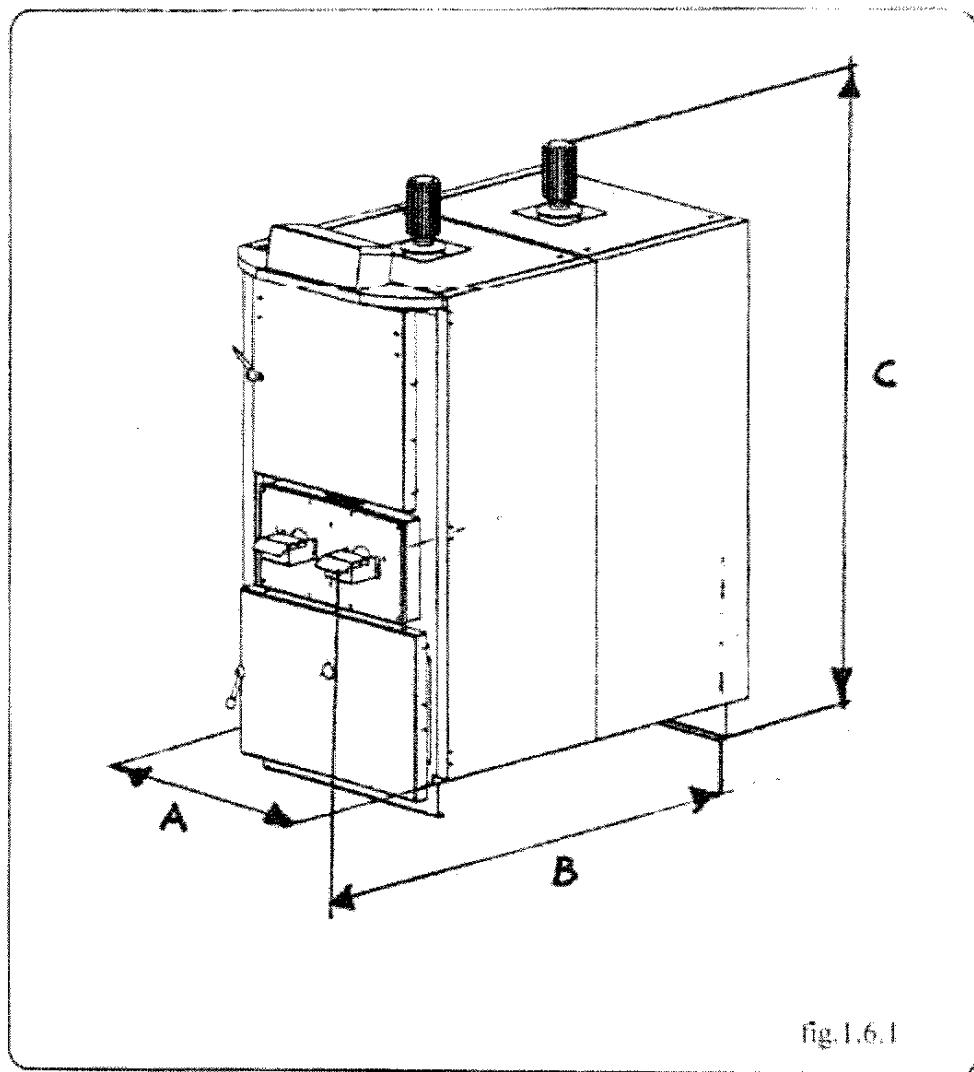

fig. 1.6.1
1.6 Dimensioni di ingombro (fig. 1.6.1)
1.6 Overall dimensions (fig. 1.6.1)